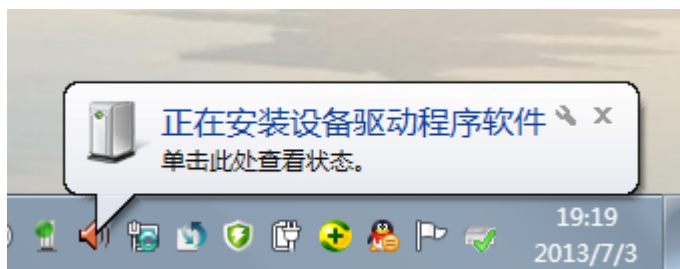

图 14 驱动安装中
- (1) 用 mini USB 线将开发板和电脑相连接。
- (2) 打开该实验工程，编译下载到单片机，运行。
- (3) 此时电脑会提示正在安装驱动，如图 14 所示。